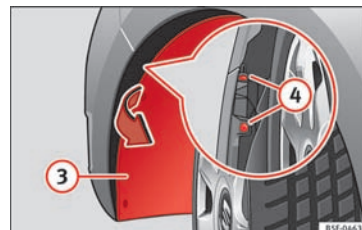

Fig. 113 Tågeforlygte: adgang til stikforbindelse og pæreholder
- Træk i hjulkassen **③** » **Fig. 113** for at få adgang til de to skruer **④** » **Fig. 113** i stødfangeren, der er tildækket.